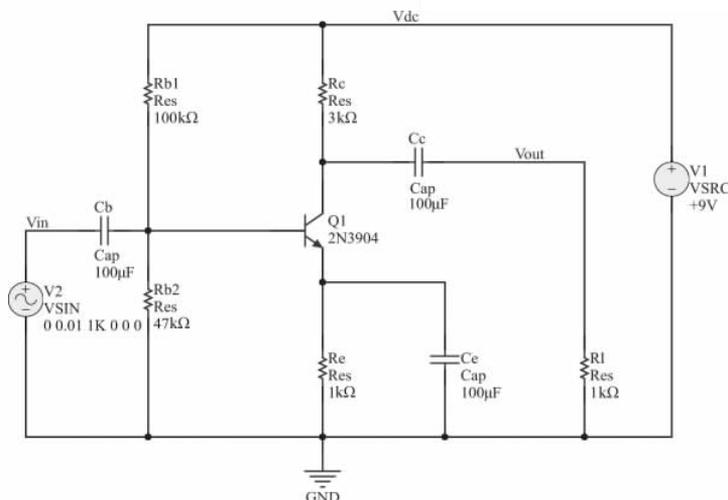

图 3-82 修改电路元器件参数
(6) 如图 3-82 所示, 将元器件参数按图中设置。
(7) 为了方便对仿真结果的分析, 按图 3-82 所示的电路, 在电容 C_c 的输出端放置名